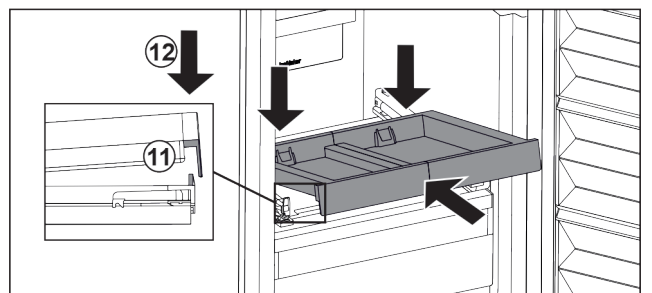

Fig. 99
- ▶ 倾斜推入。确保两侧的挡块位于卡舌后面。 Fig. 99 (11)
- ▶ 放下拉出式搁板前部。 Fig. 99 (12)